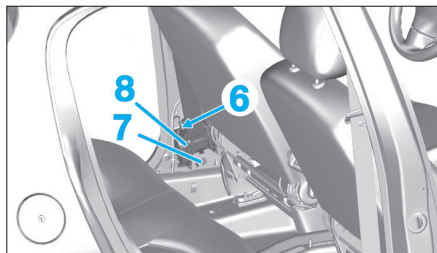

Fig. 15
- Débrancher le connecteur (6) (Fig.15).
- la vis (7) de fixation du prétensionneur (8),
- le prétensionneur (8).